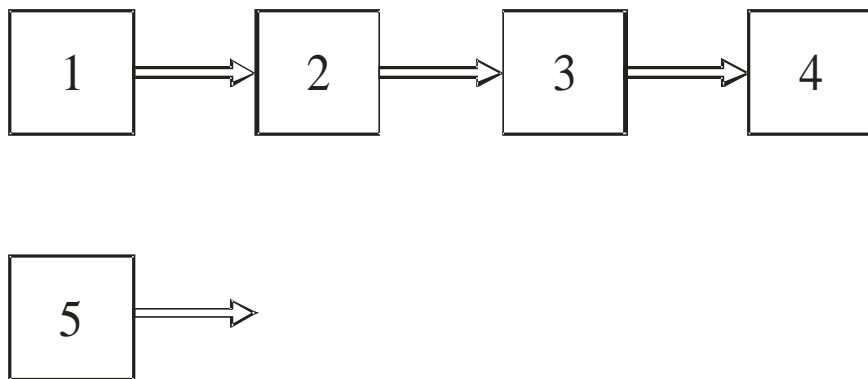

Рис. 1.1 Структурная схема прибора МФ-10СП:
2.2 Структурная схема прибора приведена на рис. 1.1.